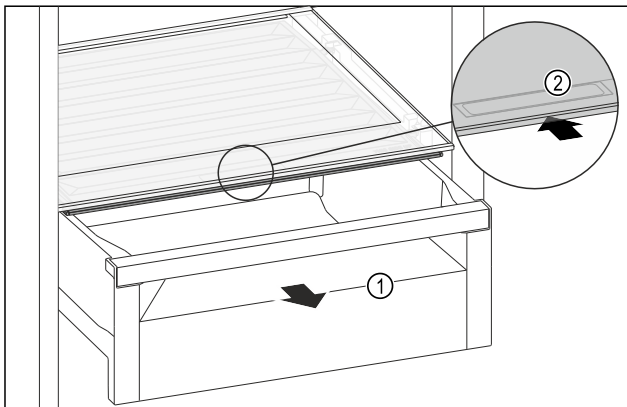

Fig. 170
- ▶ Schubfach Fig. 170 (1) herausziehen.
- ▶ Griffmulde Fig. 170 (2) am Fachdeckel anfassen und Fachdeckel gleichzeitig nach hinten schieben.